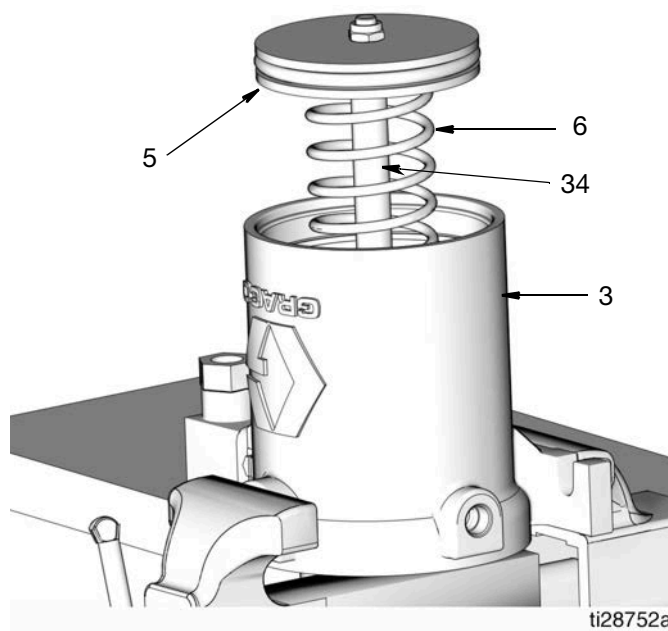

FIG. 21
REMARQUE : Il y a un ressort (6) (FIG. 21) dans le corps (3) du moteur pneumatique sous le piston (5). Tenir sa main sur le couvercle (1) comme résistance et le tenir sens dessus dessous en dévissant les vis (1a) du couvercle (FIG. 21).
20. Joint torique (36) de la tige de piston et joint (4) du piston
- a. Enlever la tige de piston (34) et le piston (5) et de ressort (6) du corps (3) du moteur pneumatique (FIG. 21).